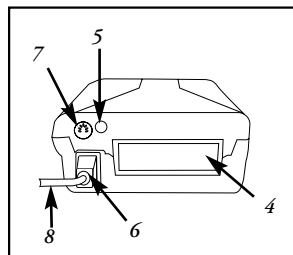

Figura 3
- Inserire il cavo di alimentazione appropriato nel connettore a corrente alternata **Figura 3**.